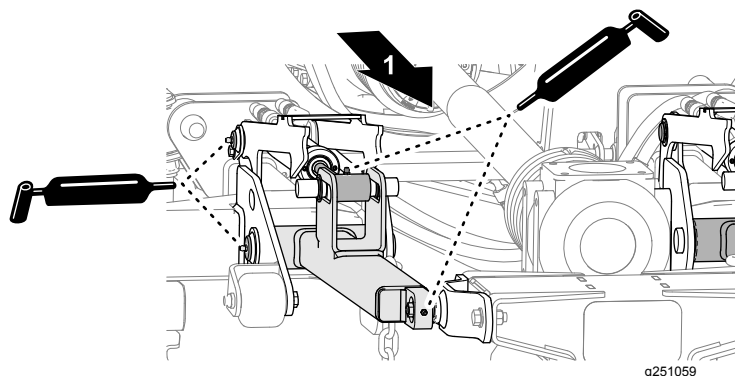

Figura 53
- Aplique lubrificante nos braços de elevação, nos cilindros hidráulicos e nos amortecedores de impacto na plataforma central do cortador (Figura 53).
Aplique o lubrificante especificado nos bocais de lubrificação nos 3 eixos em cada plataforma do cortador (Figura 53).